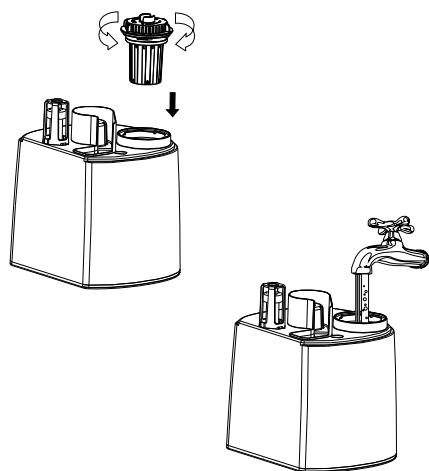

Рис. 3
2. Откройте крышку резервуара для воды против часовой стрелки [рис. 3] и залейте воду в емкость. Температура воды не должна превышать 40 °С.